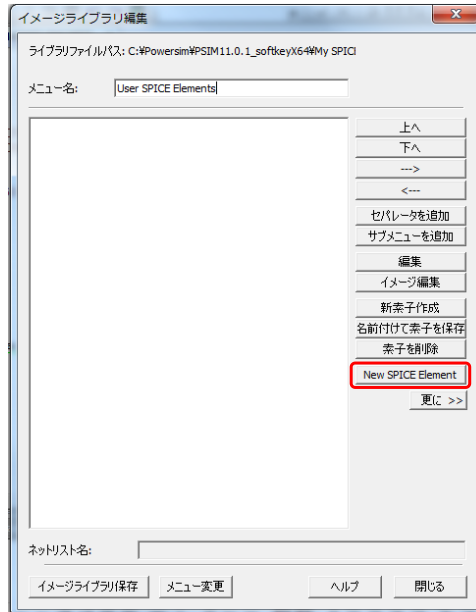

図 14 イメージライブラリ編集画面
- ・イメージリストのタブ▼から素子イメージとして対応するものを選択します。OK を押すと次の図 14 のようにイメージライブラリ編集で新規の素子“Si4628DY”が表示されます。